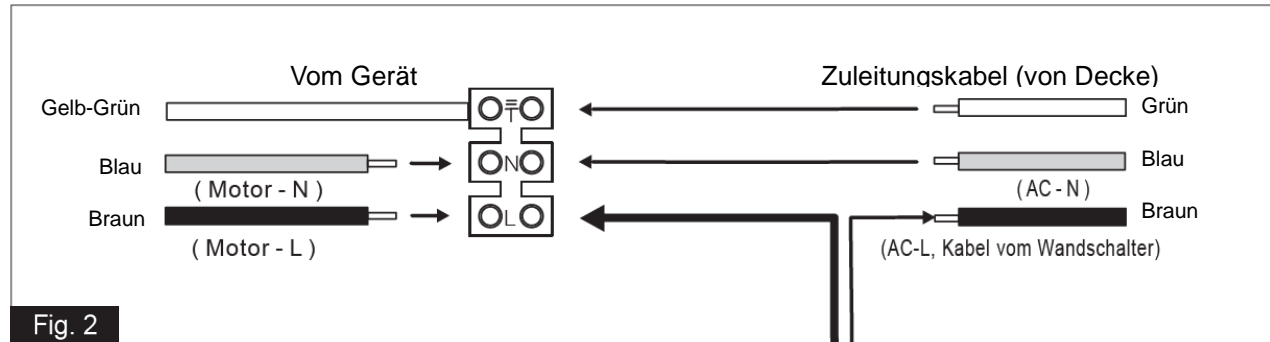

Fig. 2
b. Verbindungen an der Decke (Fig.2):